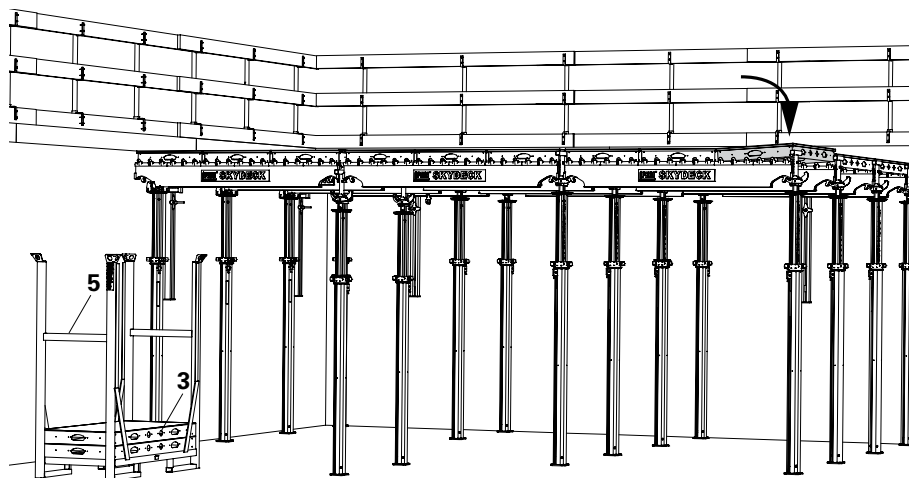

Fig. A4.18
Colocar a paleta SD (5) com os painéis (3) na área a cofrar. Colocar os painéis nas vigas principais. Colocar as paletas vazias prontas para o processo de descofragem. (Fig. A4.18)